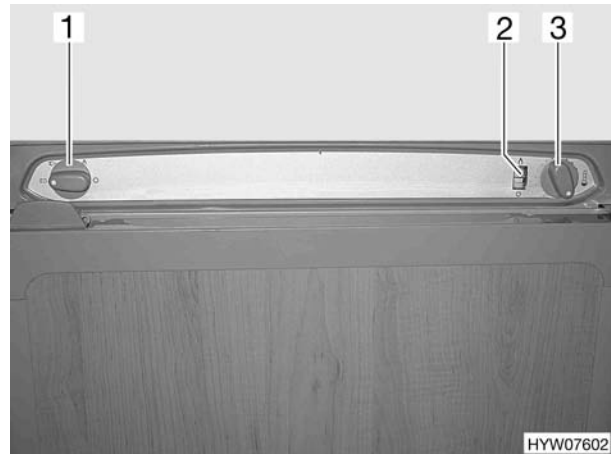

Fig. 73 Elementi di comando del frigorifero
- Posizionare il selettore di energia (Fig. 73,2) su gas .
- Spostare il pomello girevole (Fig. 73,3) fino allo stadio più alto, premerlo e mantenerlo premuto. L'alimentazione di gas è ora aperta. L'accensione avviene automaticamente. È udibile un ticchettio fino a quando procedura di accensione non è stata portata a termine.
- Mantenere premuto il pomello girevole finché l'indicatore di fiamma (Fig. 73,2) non diventa verde e poi rilasciarlo. Quando la fiamma si spegne, l'apparecchio di accensione ripete automaticamente il procedimento di accensione.
- Impostare la temperatura di refrigerazione con il pomello girevole (Fig. 73,3).
- Posizionare il selettore di energia (Fig. 73,1) sull'alimentazione a 230 V .
- Posizionare il selettore di energia (Fig. 73,1) sull'alimentazione a 12 V .